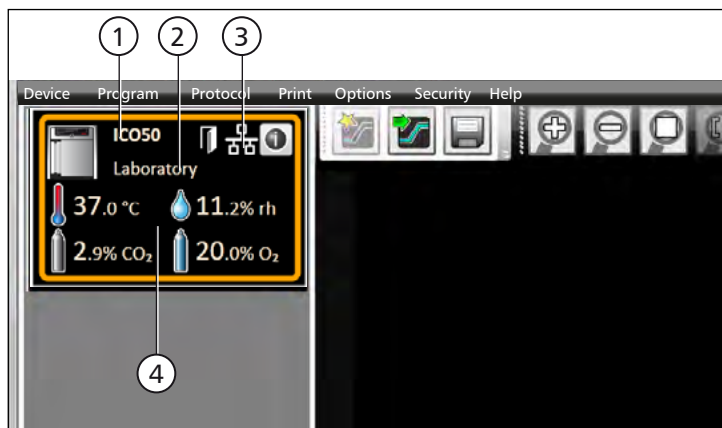

Рис. 1
- 1 Если программно-аппаратный комплекс подключается к компьютеру с помощью протокола Ethernet и уже однажды был зарегистрирован в системе, он будет опознаваться автоматически и для него будет отображаться состояние работы (температура, аварийные сигналы) (Рис. 1).